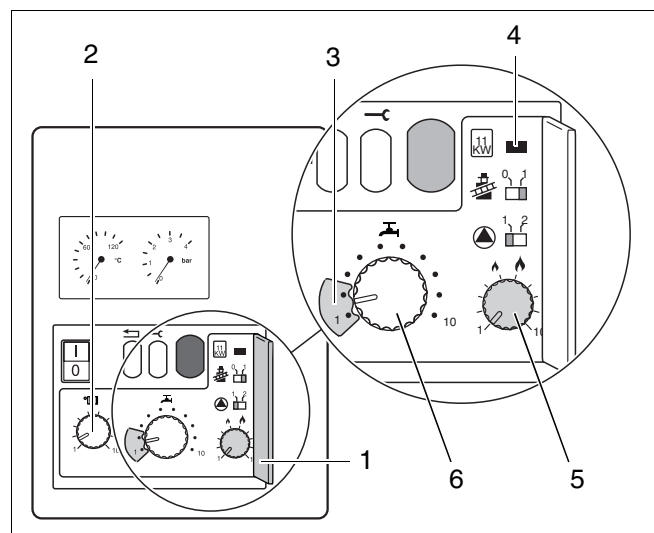

Abb. 26 Einstellungen
- Abdeckung der 2. Bedienebene (Abb. 26, Pos. 1) öffnen.
- Vorlauftemperaturregler (Abb. 26, Pos. 2) auf die gewünschte maximale Vorlauftemperatur, je nach Auslegung der Anlage und entsprechend Tab. 4 einstellen.
- Mit dem Warmwassertemperaturregler (Abb. 26, Pos. 6) Speicher- oder Warmwasserauslauftemperatur entsprechend Tab. 4 einstellen.
Zur Vermeidung von Energieverlusten Warmwassertemperaturregler (Abb. 26, Pos. 6) auf Kaltstarteinstellung "1" stellen. Blockierung (Abb. 26, Pos. 3) hierzu abnehmen und nach Einstellung wieder aufstecken.
Gewünschte Warmwassertemperatur mit Warmwassertemperaturregler (Abb. 26, Pos. 6) entsprechend Tab. 4 einstellen.